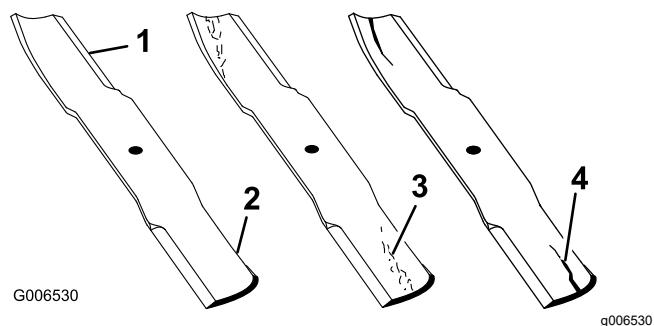

Figura 58
1. Controllate i taglienti (**Figura 58**).
4. Se notate incrinature, usura o scanalature in questa zona, montate immediatamente una nuova lama (**Figura 58**).